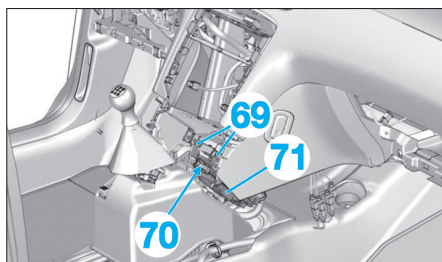

Fig. 39
- Déposer les vis (69) (Fig.39).
- Débrancher le connecteur (70).
- Déposer le calculateur de détection de sous-gonflage (71).